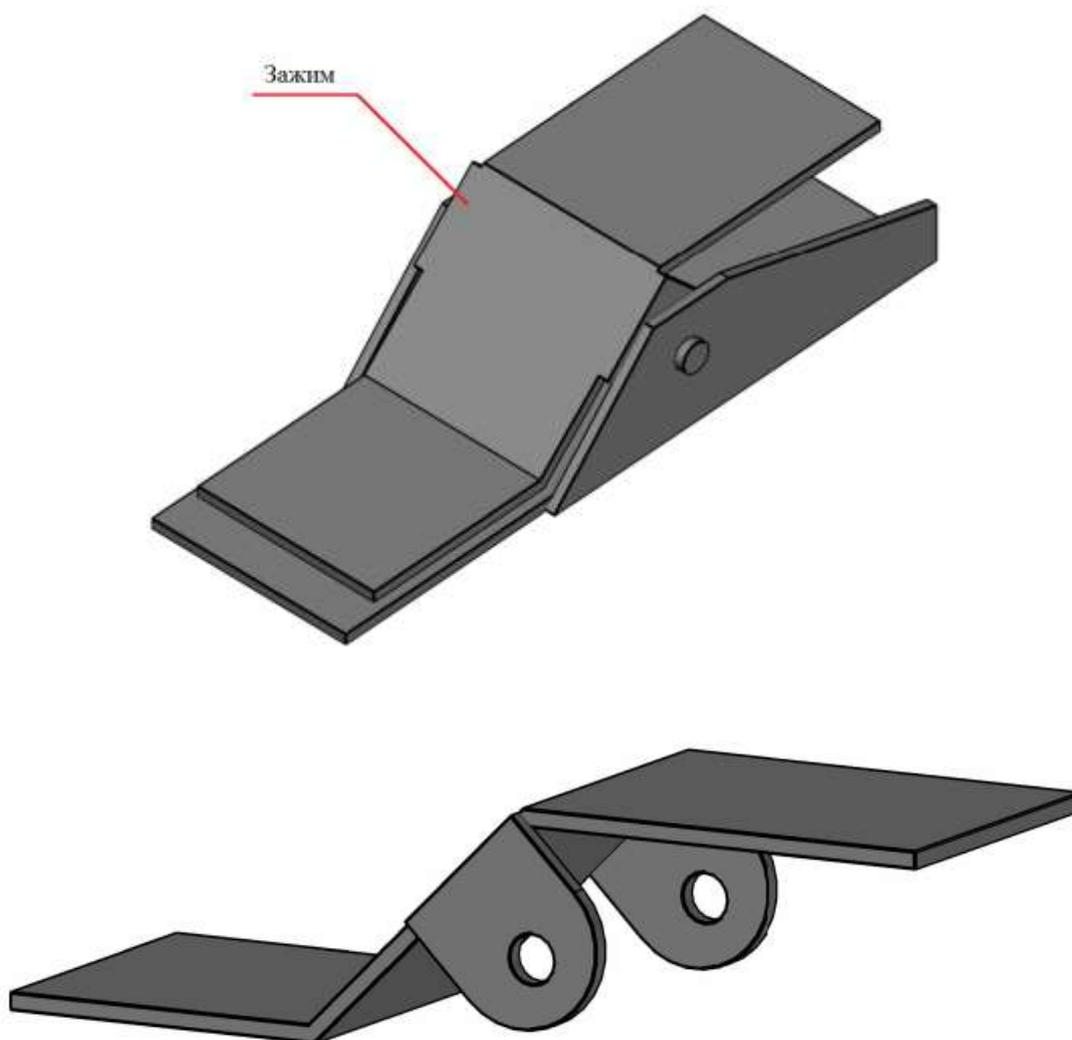
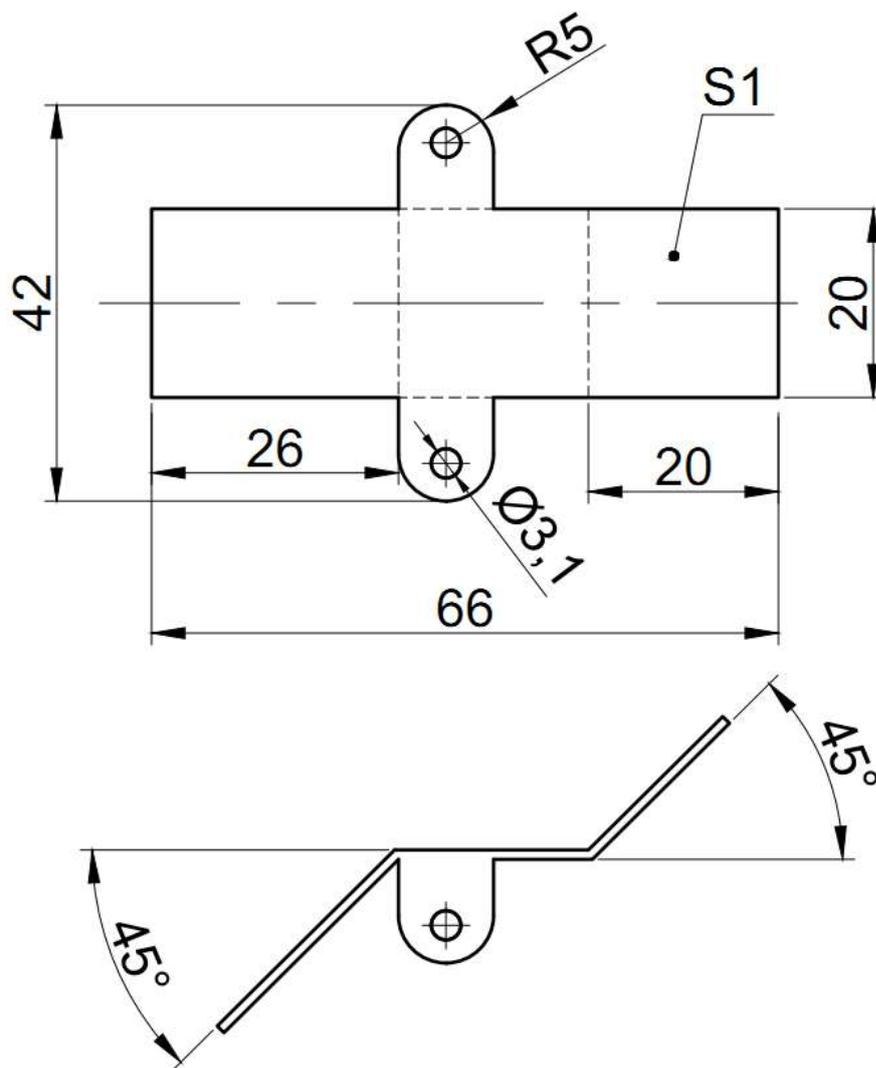

Рис. 1
Рис. 2
1. По данному образцу (Рис. 1) и развертке (Рис. 2) изготовить зажим прищепки.